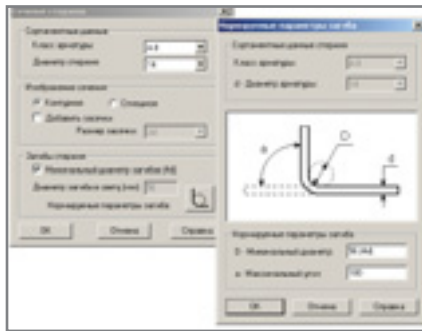

Рис. 10. Отдельный стержень
- отдельный стержень (рис. 10);
Инструмент *Отдельный стержень* предназначен для детального рисования отдельных арматурных стержней произвольной формы в крупном масштабе. Минимальное значение диаметра загиба в свету и угол загиба стержня регламентируются пособием к СНиП 2.03.01-84. Нормативно-справочное диалоговое окно *Нормируемые параметры загиба* (рис. 10) открывается нажатием одной кнопки.